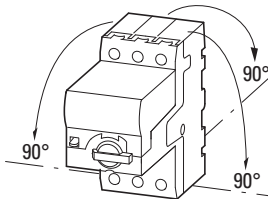

Abbildung 9: Zugelassene Einbaulage für Motorschutzschalter PKE
- ▶ Montieren Sie den Motorschutzschalter nur, wie in Abbildung 9 dargestellt.